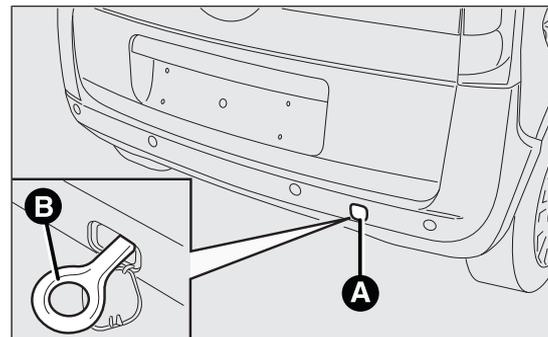
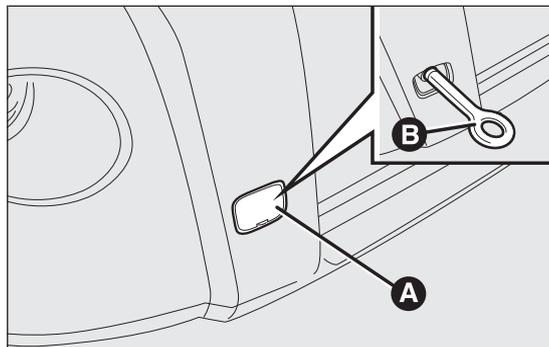

fig. 165
fig. 166
- décrocher le bouchon A fig. 165 fig. 166 ;
- prendre l'anneau de remorquage B fig. 165 fig. 166 dans la boîte à outils ;